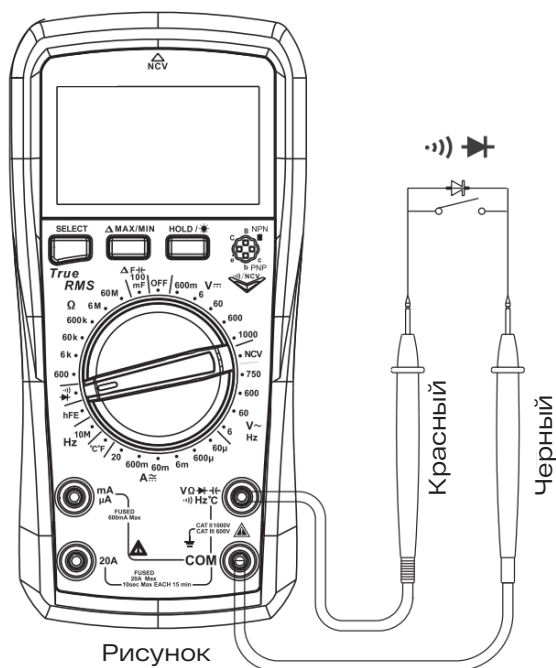

Рис. 4. Проверка цепи на непрерывность, проверка диода
3. Проверка непрерывности цепи (см. рис. 4).
4. Измерение диода (см. рис. 4).